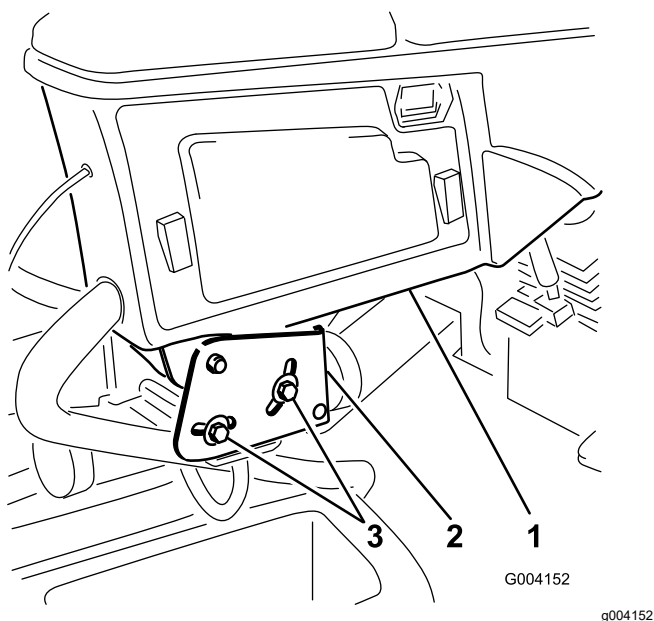

Figura 3
1. Afrouxe os 2 parafusos que fixam o braço de comando ao suporte de retenção (Figura 3).